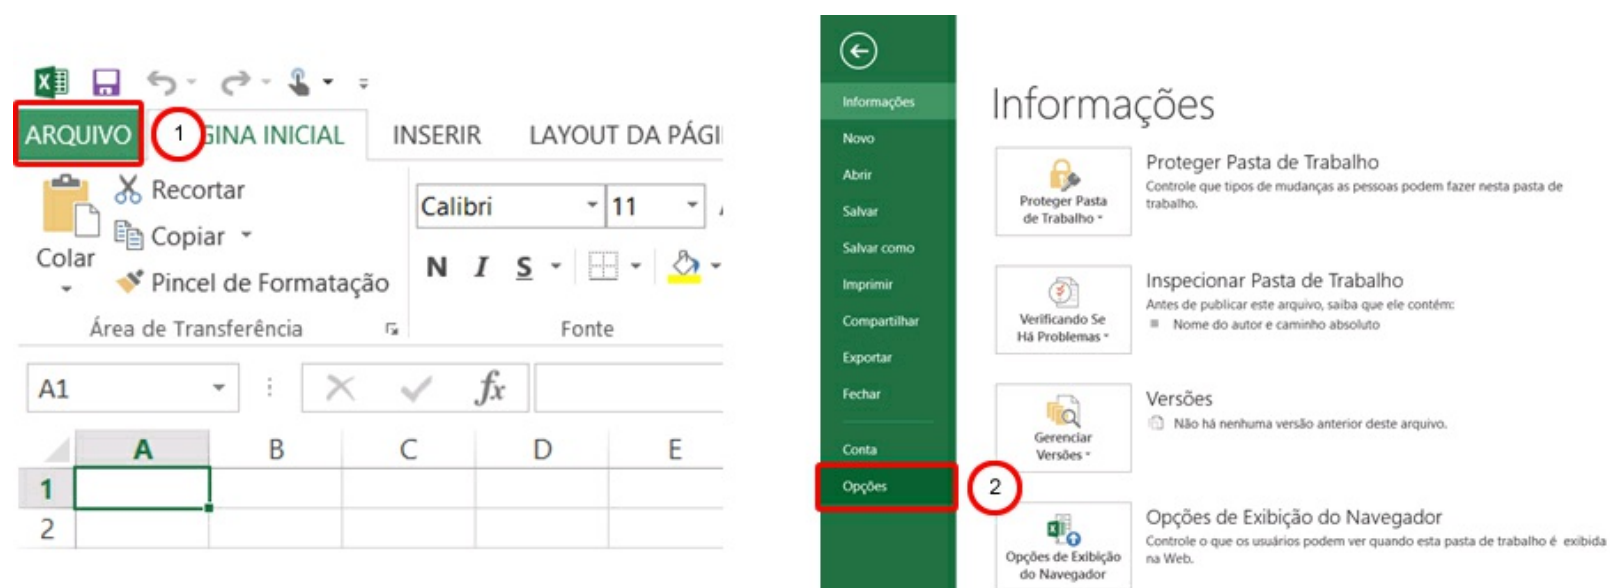

Figura 31 – Habilitação do suplemento Solver MS Excel – Passo 1.
O MS Excel disponibiliza um suplemento, chamado de Solver, que possibilita resolver problemas programação linear (otimização). Assim, antes de iniciarmos a modelagem de um problema no MS Excel devemos habilitar tal suplemento no Excel. Primeiramente, abrimos o MS Excel e, em seguida, devemos clicar no menu Arquivo (item 1 da Figura 31) e logo após no menu Opções (item 2 da Figura 31), conforme ilustrado na Figura 31.